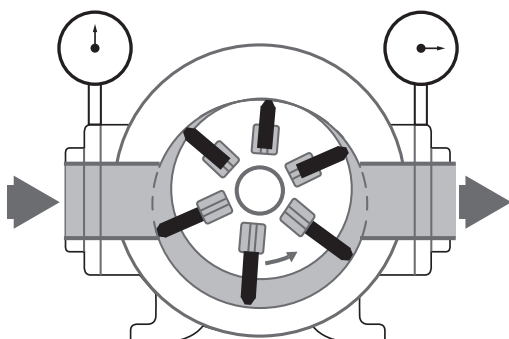

Figura 7
6. Se recomienda encarecidamente instalar manómetros de entrada y salida con fines de diagnóstico y para confirmar la presión diferencial a fin de ajustar la presión de derivación. Los manómetros pueden instalarse directamente en los puertos de medición de la bomba. **Figura 7.** Los manómetros de buena calidad, llenos de glicerina y con una capacidad de al menos 400 psi (27.5 bar), ofrecerán los mejores resultados. Se pueden utilizar válvulas de aislamiento en el vástago del manómetro.